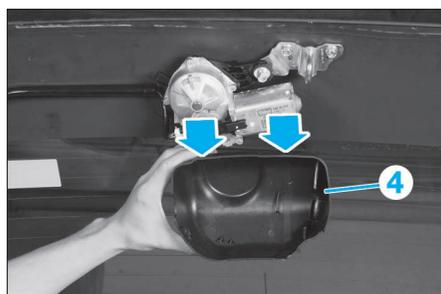

FIG. 99
- Décliper le cache de mécanisme (4) (Fig.99).